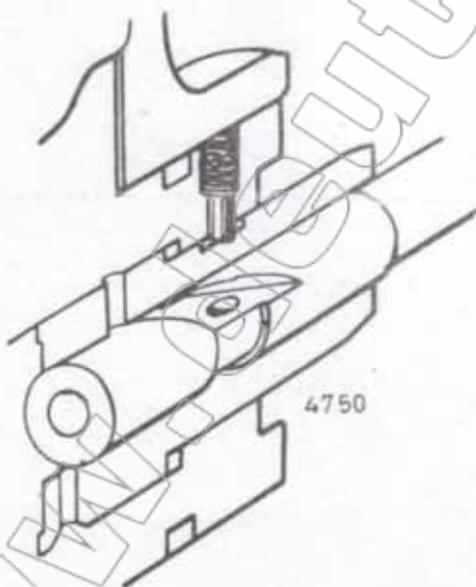

Bild 150 Fixierung des Pumpenzylinders im Pumpenblock
b) Kontrolle der Gewindestifte zur Sicherung der Pumpenzylinder im Pumpenblock, Gewindestifte auf korrekte Lage in der Führungsnute prüfen. (Bild 150)